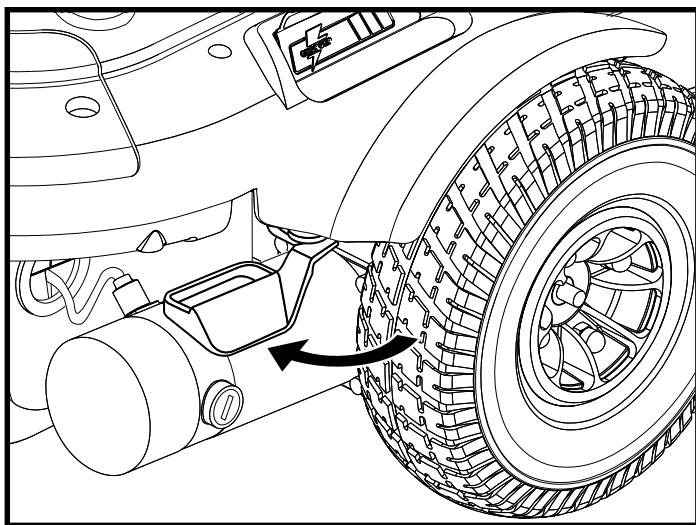

Figura 8. Modalità di guida (Trazione attivata)
2. Spingere le due leve verso l'interno per bloccare i motori di trazione. Vedere figura 8.